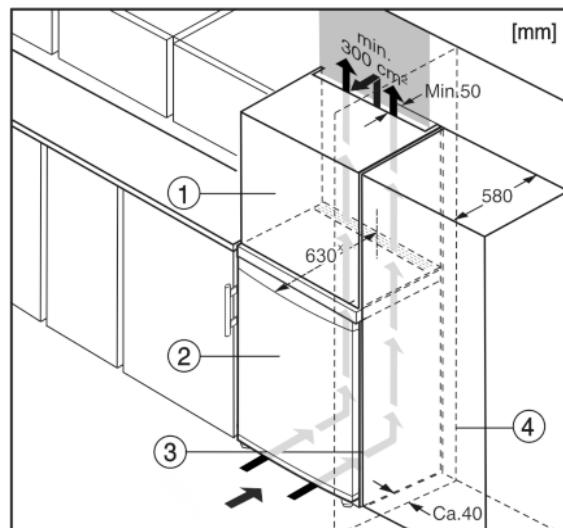

Fig. 10
- (1) Шкаф-пристройка
(2) Уред
- (3) Кухненски шкаф
(4) Стена
Уредът може да е обграден с кухненски шкафове. За да изравните височината на уреда Fig. 10 (2) с височината на вградената кухня, над уреда може да се постави шкаф-пристройка Fig. 10 (1).
При вграждане с кухненски шкафове (дълбочина макс. 580 mm), уредът може да се постави директно до кухненския шкаф Fig. 10 (3). Отстрани уредът е издаден на 34 mm*, а в средата на уреда - на 50 mm* спрямо предната страна на кухненския шкаф.
Когато уредът се постави с шарнири близо до стена Fig. 10 (4), разстоянието между уреда и стената трябва да бъде поне 40 mm. Това е разстоянието, на което дръжките излизат напред при отворена врата.